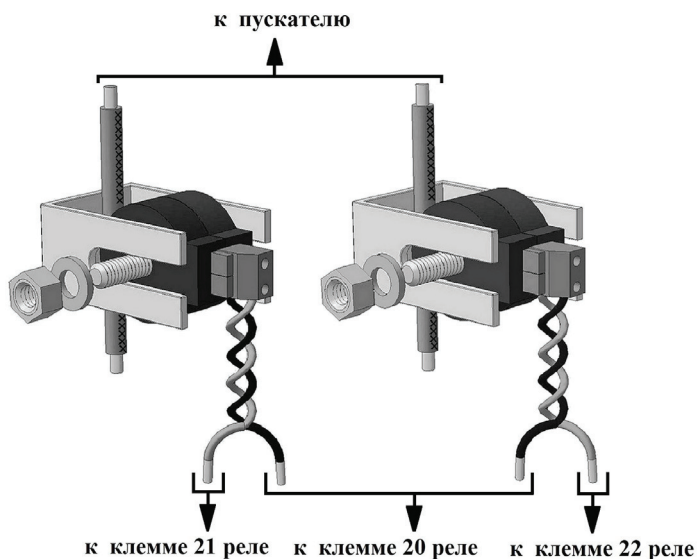

Рис. 4.3. Общий вид датчиков тока
Датчик тока (рис. 4.3) представляет собой малогабаритный трансформатор. Первичной обмоткой является фазный провод, соединяющий пускатель и двигатель. Вторичная обмотка намотана на катушку, размещенную в пластмассовом корпусе с выходными клеммами. Магнитопроводом служат стальные скоба и ось. Конструктивно они выполнены так, что с их помощью датчик крепится непосредственно на изолированном фазном проводе.
6.2.2 Закрепить датчики тока на двух фазных проводах, соединяющих пускатель и двигатель (см. рис. 4.3).